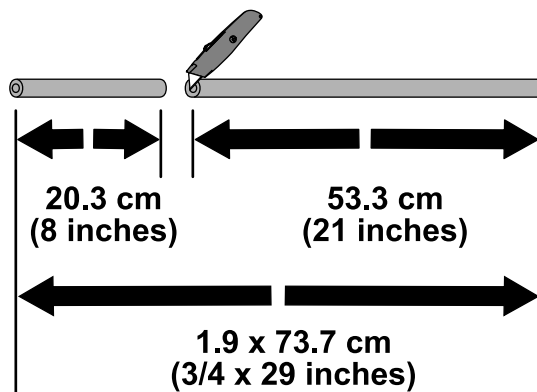

図 4
1. ホース 1.9 x 73.7cm の端から 20.3cm を測り、その位置にマーキングする 図 4。